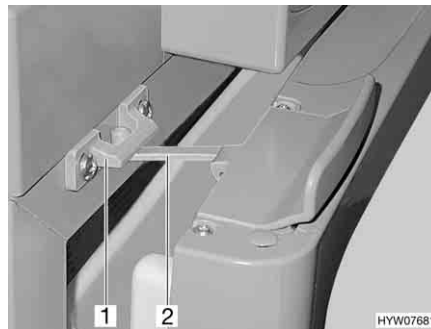

Fig. 73 Porta del frigorifero in posizione di ricircolo d'aria (Thetford)
■ Aprire il bloccaggio (Fig. 73,2) e innestarlo nella sede di bloccaggio (Fig. 73,1). In questo modo la porta del frigorifero rimane ferma in posizione socchiusa.